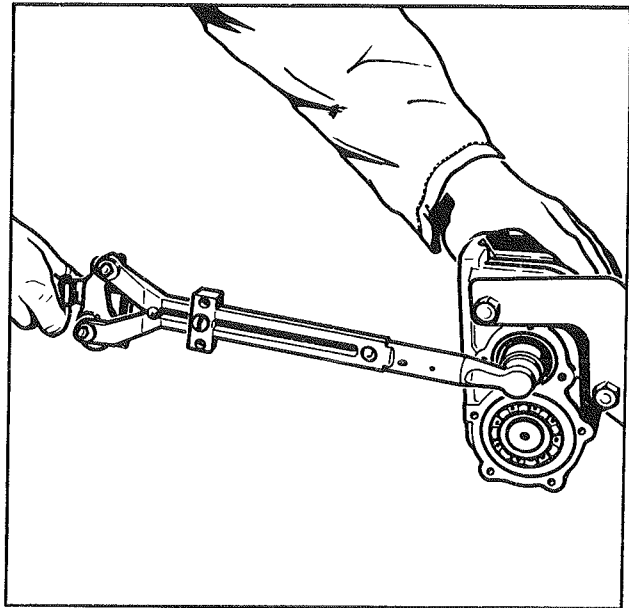

Fig. 30
- **Monter l'écrou de fixation du pignon d'attaque. Serrer au couple (fig. 30).**